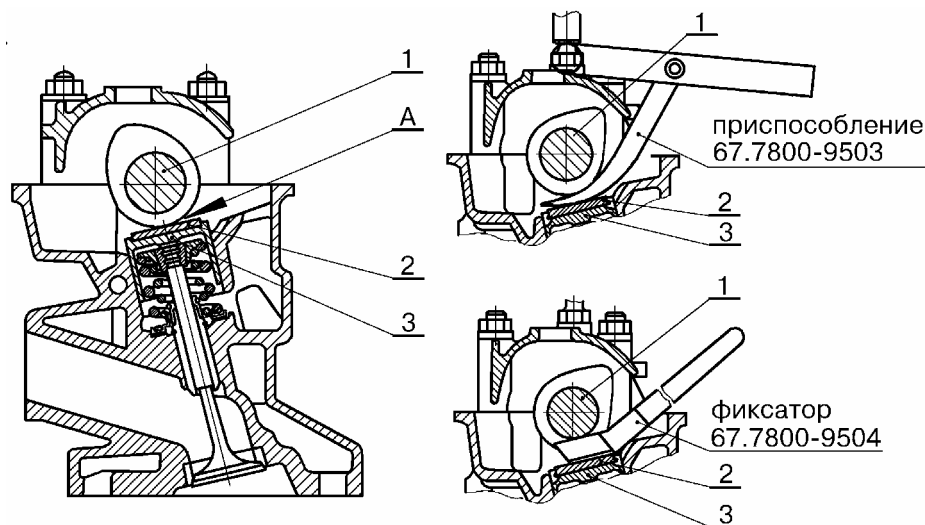

Рис.5. Регулировка зазоров в механизме привода клапанов:
3.2.15 Отрегулировать зазоры в механизме привода клапанов. Величина зазора А, рис.5, между регулировочными шайбами 2 и кулачками должна быть $(0,20 \pm 0,05)$ мм для впускных